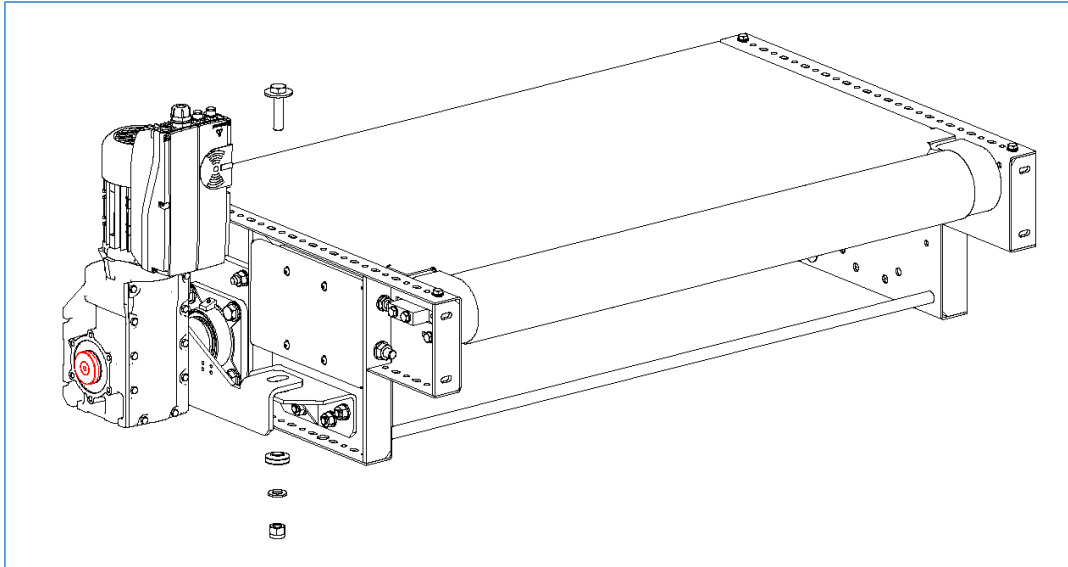

Figura 50 – Serraggio del motoriduttore all'albero di trasmissione
5. Stringere la vite con la rondella per chiudere l'accoppiamento (vedi Figura 50).